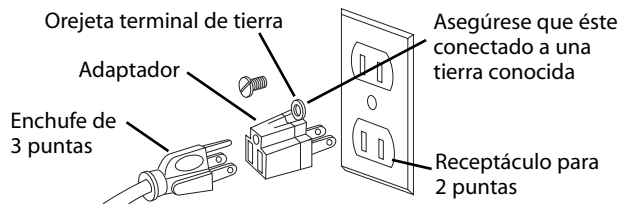

Figura 6 – Receptáculo con Adaptador para Enchufe de 2 Puntas
- Se puede obtener un adaptador de conexión a tierra provisional de tres puntas a dos puntas (véase la Figura 6) para conectar enchufes a tomacorrientes bipolares, si está conectado a tierra correctamente.